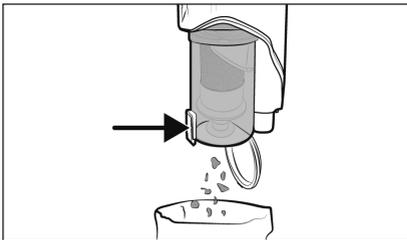

Fig. 16
- 1) Tenez le bac à poussière **7** dans une poubelle et appuyez sur la touche de déverrouillage du couvercle du bac à poussière **8**. Le couvercle du bac à poussière **9** s'ouvre et son contenu est vidé dans la poubelle (voir fig. 16). Fermez ensuite le couvercle du bac à poussière **9**.